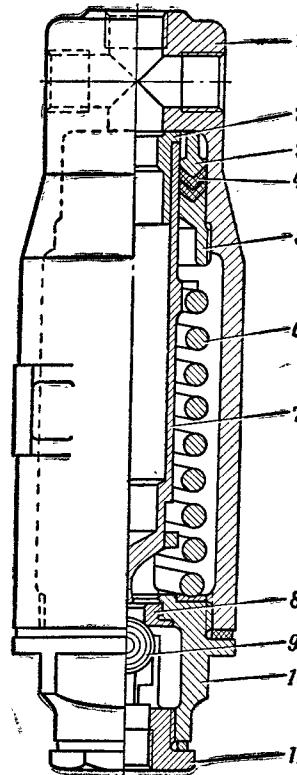
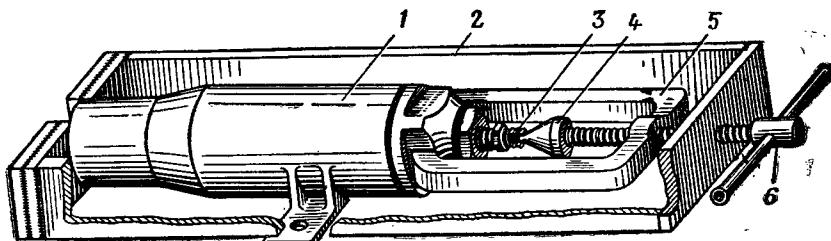

Рис. 39. Регулятор давления 42—56 кг/см²:
Рис. 40. Приспособление для разборки регулятора давления:
1. Течь масла по прокладке между корпусом *1* (рис. 39) и крышкой *10* или по прокладке между крышкой корпуса и направляющей *11* шарика. Если подтягивание крышки и направляющей
Регулятор снимают с гидропанели вместе с арматурой, ввернутой в него. Арматуру из регулятора вывертывают, а регулятор разбирают. Разбирать и собирать регулятор необходимо с соблюдением мер предосторожности во избежание несчастных случаев в специальном приспособлении (рис. 40), так как пружина в нем ската с силой 270 кг. Отвернув крышку 10 (рис. 39) и освободив пружину 6, разбирают остальные детали клапана. Гнездо 8 клапана следует вывертывать лишь в случае необходимости замены гнезда. Гнездо клапана устанавливать на герметике или шеллаке.